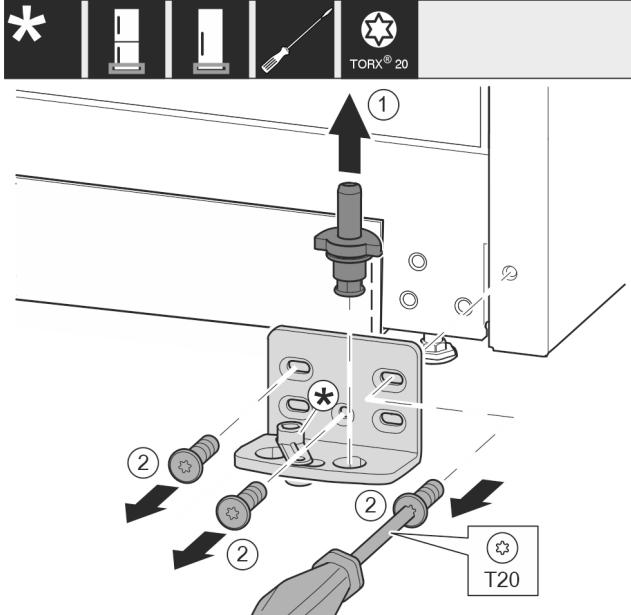

Fig. 15
- Опорный палец полностью извлеките движением вверх. Fig. 15 (1)
- Открутите винты отверткой T20 и снимите опорный кронштейн. Fig. 15 (2)